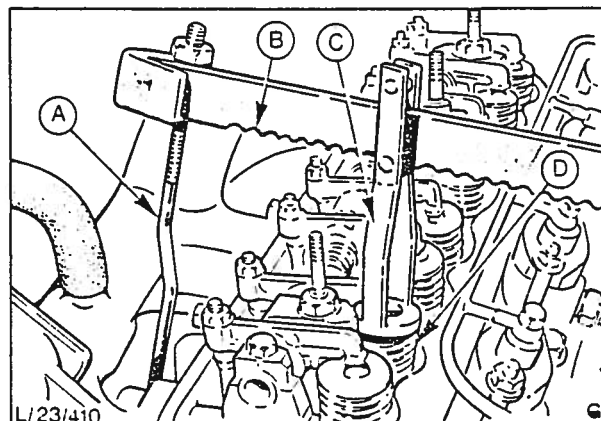

Fig. 33 Press ned fremre eksosventil.
- (b) Bruk ventilfjærklemmen (21-024) med riktig adapter (21-024 04) og kroken (21-024 03) og press ned fremre eksosventil. Ta vekk støtstangen fra vippearmen og dreii vippearmen 90° (se fig. 33 og 34).